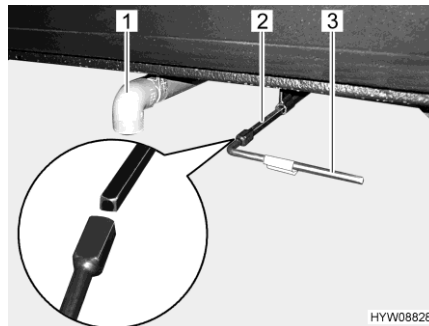

Bild 105 Bedienhebel und Ablaufrohr (Abwassertank)
- Ablaufrohr (Bild 105,1) direkt über der Entsorgungsstation platzieren oder Abwasserschlauch (Sonderausstattung) auf das Ablaufrohr (Bild 105,1) stecken.
- Ablasshahn öffnen. Dazu den mitgelieferten Vierkantschlüssel (Bild 105,3) auf den Vierkant des Ablasshahns (Bild 105,2) stecken.
- Den Vierkantschlüssel (Bild 105,3) eine viertel Umdrehung entgegen dem Uhrzeigersinn drehen. Das Abwasser wird abgelassen.
- Nachdem das Abwasser vollständig abgelaufen ist: Ablasshahn wieder schließen. Dazu den Vierkantschlüssel (Bild 105,3) eine viertel Umdrehung im Uhrzeigersinn drehen.
- Vierkantschlüssel (Bild 105,3) abziehen und verstauen.